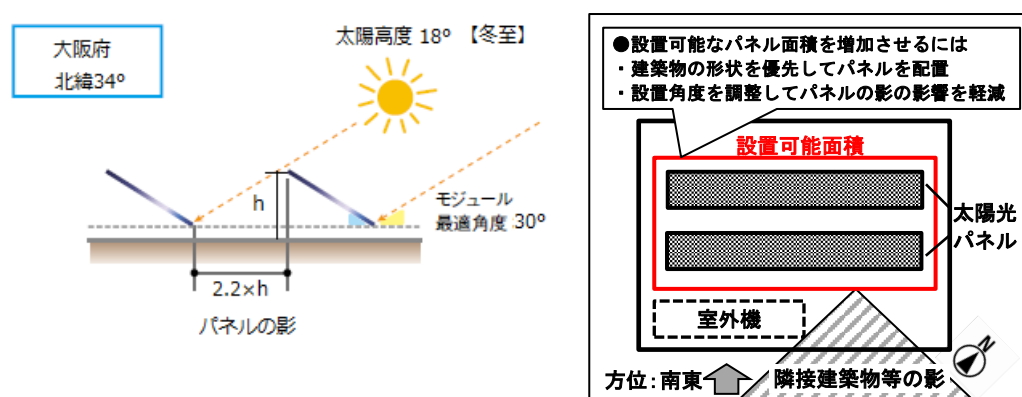

図 3 太陽光パネルの配置例
- ・平面的な屋根に設置する場合において、太陽光パネルを設置角度 30°で真南に設定する場合における、設置可能な場所の面積全体に対する、パネル自体に生じる影の影響を除いた設置可能なパネル面積の割合（設置係数）が約 40%となります（図 3 参照）。